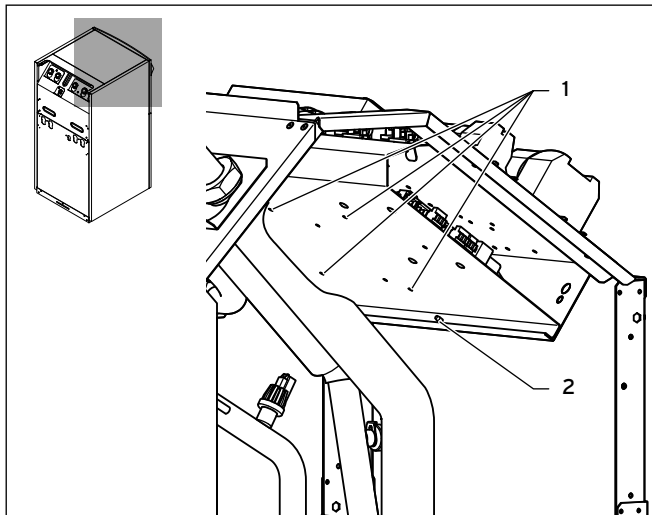

Fig. 4.3 Montering av festemellomstykkene geoTHERM VWS/VWW/VWL-S ..1 og VWS ..4
- Koble den blå pluggen til styreledningen for startstrømbegrenseren (1) til regulatorkretskortet (3).
- Fell opp det nedre koblingsskapsnivået igjen, og skru inn skruen (→ fig. 4.3, nr. 2).